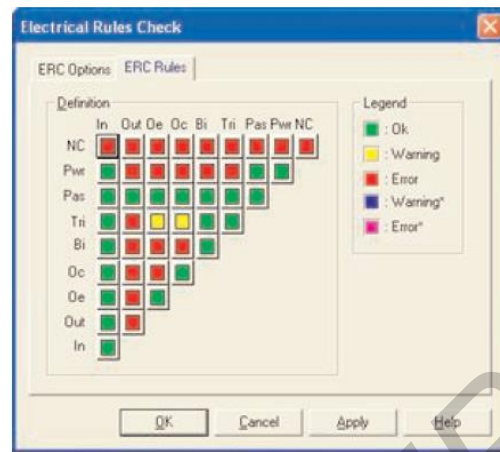

Рисунок 2.15 – Правила проверки
- 1 Установите параметры проверки на закладке **Правила проверки (ERC Options)** (рисунок 2.15).